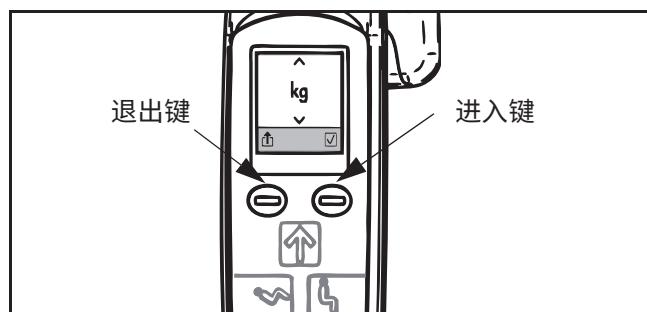

图 64
- 5) 如果需要在内存中保存体重读数，请按保存键。屏幕的数字上方和下方出现水平线条，表明保存功能已被激活。再次按保存键之前，“保存”功能将始终处于激活状态（参见图 64）。